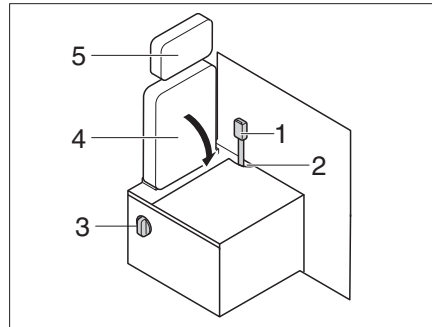

Fig. 208 Transformation Mode conduite - Mode habitation
- Démontez l'appuie-tête (Fig. 208, 5) (voir chapitre 5.6).
- Insérer l'ancrage de ceinture (Fig. 208, 1) dans l'orifice (Fig. 208, 2).
- Actionner le levier rotatif (Fig. 208, 3) et replier le dossier (Fig. 208, 4).
▷ Pour la transformation du mode habitation en mode conduite, procéder dans l'ordre inverse. Veiller à ce que l'ancrage de ceinture soit bien passé à travers l'orifice (Fig. 208, 2).